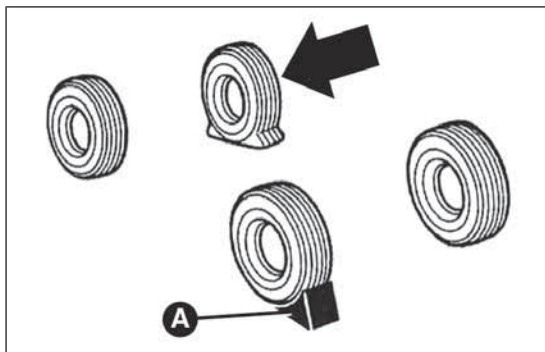

fig. 159
- ❑ colocar la cuña en la parte trasera, en la rueda diagonalmente opuesta a la que se desea sustituir (ver fig. 159) para prevenir movimientos del vehículo cuando esté levantado;